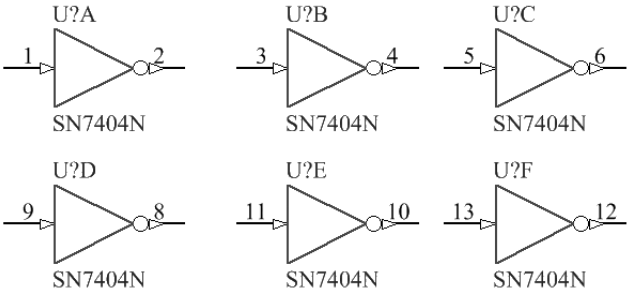

图 2-14 选择 Alpha 后的 SN7404N 原理图
- 在放置元器件 SN7404N 时设置元器件属性对话框，假定设置元器件标识为 U?，由于 SN7404N 是 6 路非门，在原理图上可以连续放置 6 路非门，如图 2-14 所示。此时可以看到元器件的后缀依次为 U?A、U?B 等，按字母顺序递增。